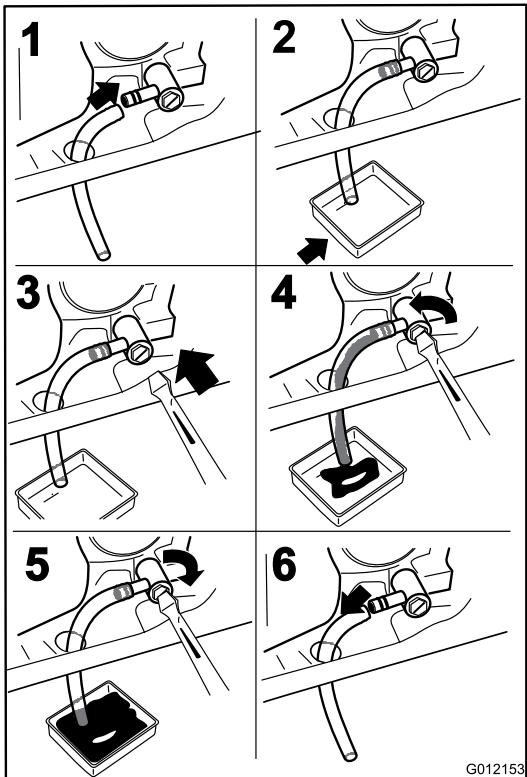

Figura 38
3. Pare el motor, retire la llave y espere a que se detengan todas las piezas en movimiento antes de abandonar el puesto del operador (Figura 38).